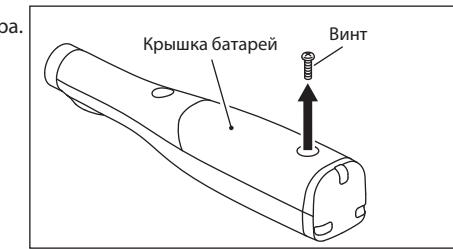

Рис. 14
- 3) Открутите винт,держивающий крышку батареи при помощи отвертки Phillips (Рис. 14)